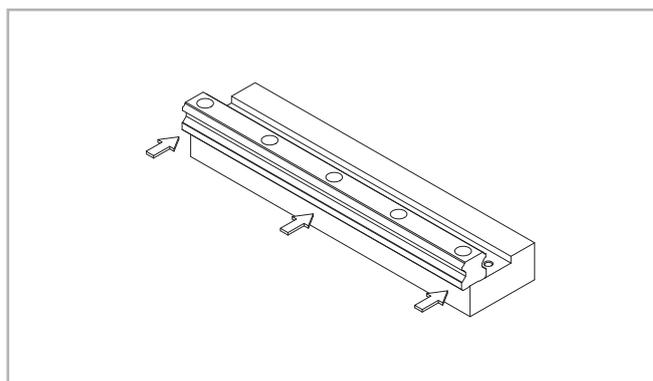
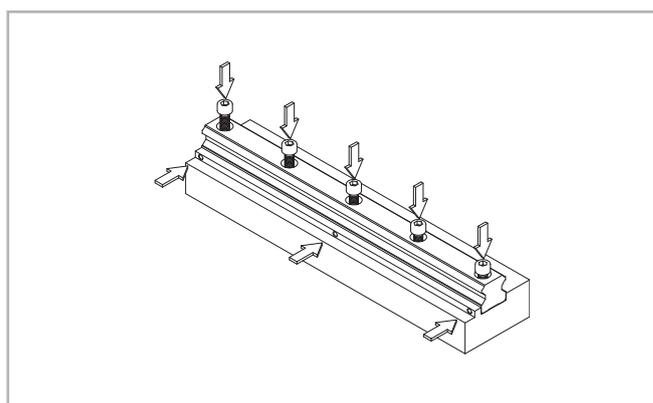

Fig. 56
Fig. 57
(2) Déposez le rail de guidage avec précaution sur la surface de montage (voir fig. 56 et serrez légèrement et provisoirement les vis de fixation de manière à ce que le rail de guidage soit légèrement en contact avec la surface de montage (ajustez le rail de guidage le long de l'épaulement de la surface de montage, voir fig. 57).